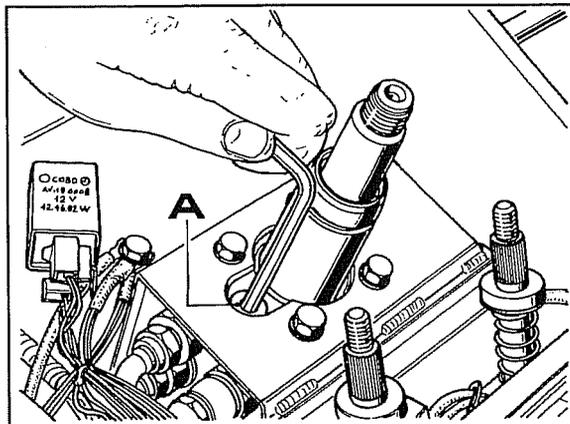
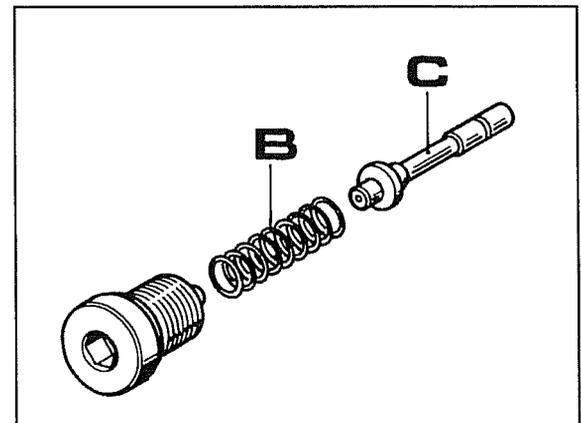

Abb. 58
Abb. 59
- c. Den Stopfen **A** Abb. 58 losschrauben, der zum Überdruckventil gehört, dann die Feder **B** und den Bolzen **C** (Abb. 59) herausziehen.
Die Abb. 59 zeigt die Komponenten des Überdruckventils, die sorgfältig zu waschen, mit Druckluft auszublasen und mit den gleichen Öl des Kreislaufs zu schmieren sind, bevor man sie wieder einbaut.